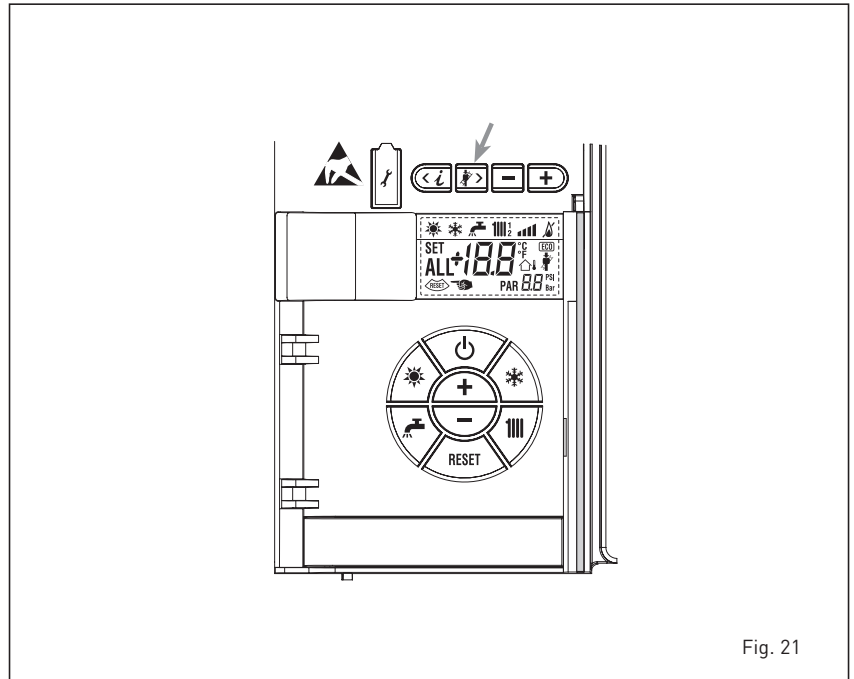

Fig. 21
4.5.1 Função limpa-chaminés (fig. 21)